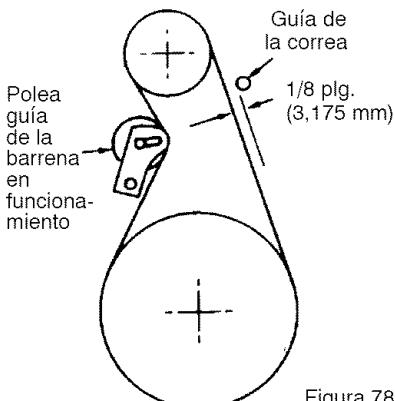

Figura 78
- Mida la distancia entre la guía de la correa y la correa. La distancia debe ser de 1/8 de pulgada (3,175 mm) para la guía. (Figura 78).